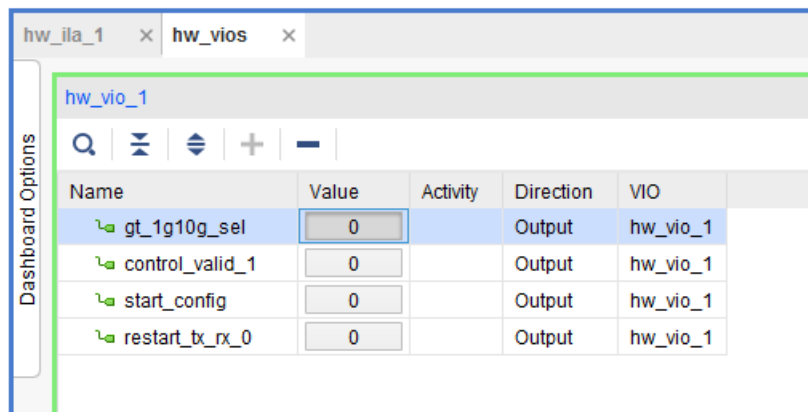

図 19: 10G - VIO ウィンドウ
1. `[gt_1g10g_sel]` を 0 にします (図 19)。